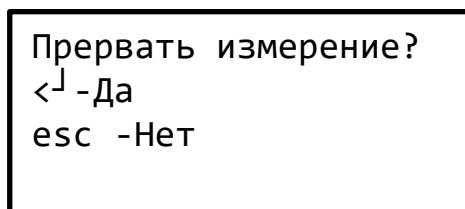

Рисунок 15 – Экран подтверждения прерывания эксперимента
2.8.11 Измерение можно прервать, нажав клавишу «esc» (↵). После нажатия будет отображён экран подтверждения (рисунок 15).